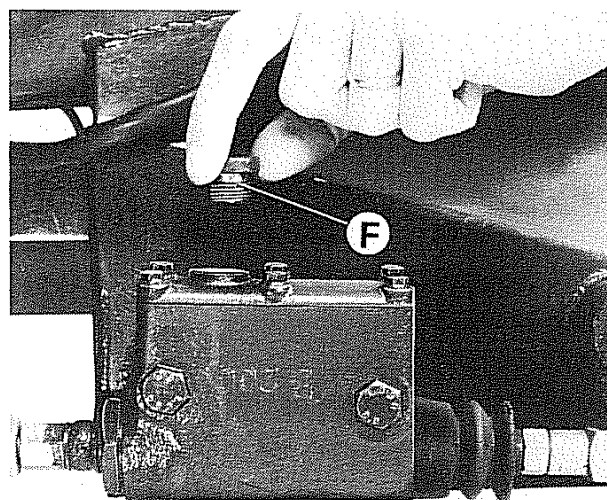

Fig. 11 - Serbatoio olio.
Nel freno di servizio del rimorchio viene impiegato olio idraulico del tipo ESSO BRAKE FLUID EXTRA in quantità di circa 0,3 kg. Detto olio non va mai cambiato, ma è bene verificare periodicamente il livello tramite il tappo **F** (fig. 11). Il livello è normale quando, con il rimorchio orizzontale, l'olio arriva in prossimità del suddetto tappo. In caso di ripristino del livello, si raccomanda di usare olio dello stesso tipo.
- assicuratevi che il serbatoio dell'olio dei freni (fig. 11) sia rifornito prima e durante le operazioni di spurgo;